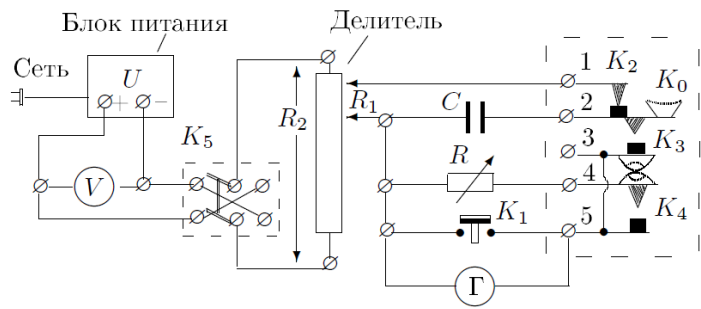

Рис. 2: Схема установки для определения баллистической постоянной
Для изучения работы гальванометра в режиме измерения заряда используется схема, представленная на рис. 2.
5. Перейдём к работе гальванометра в баллистическом режиме. Соберём схему по рис. 2. Разомкнём цепь  $R$ , отсоединив одну из клемм от магазина. Подберём делитель так, чтобы первый отбор соответствовал отклонению зайчика на всю шкалу. Для свободных колебаний  $l_{max} = 237.8 \text{ мм}$ .